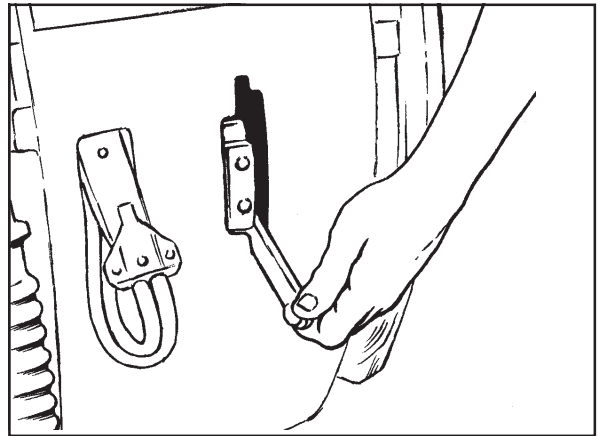

Figure 18
1. Pour abaisser le suceur et faire démarrer le moteur d'aspiration, poussez le levier du suceur vers la droite et abaissez-le. Voir figure 18.